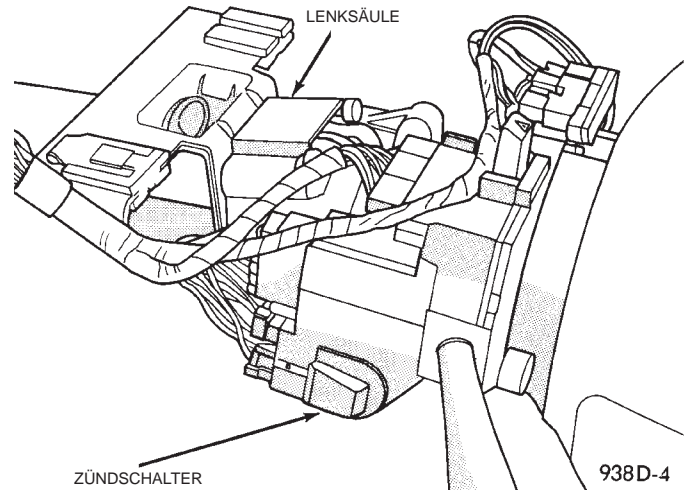

Abb. 39 Zündschalter aus- und einbauen
- (1) Batterie-Minuskabel von der Batterie abklemmen.
- (2) Befestigungsschraube des Verstellhebels lösen und Verstellhebel abnehmen.
- (3) Obere und untere Lenksäulenabdeckung von der Lenksäule abbauen.
- (4) Bei Ausstattung mit SKIM-Modul: Ausbau wie in Kapitel 8Q, "Elektrische Türverriegelung" beschrieben.
- (5) Kombischalter ausbauen.
- (6) Steckverbinder vom Zündschalter abziehen (Abb. 39).
- (7) Befestigungsschrauben des Zündschalters lösen und Zündschalter abnehmen.